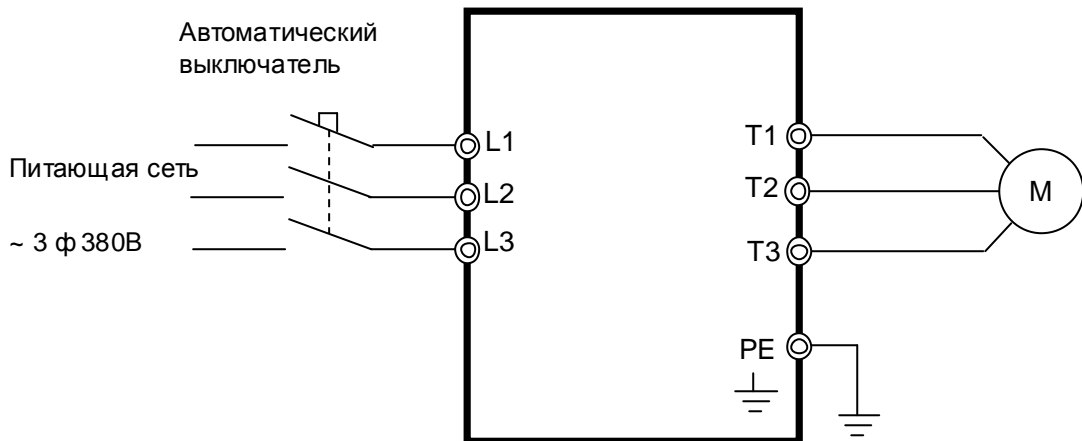

Рис. 8.2 Схема подключения ПЧ E2-8300
8.2. Подключить проверяемый преобразователь частоты по схеме, приведенной на рис. 8.2.